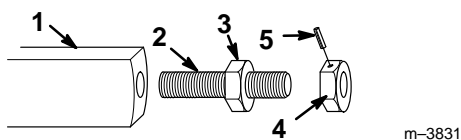

Abbildung 5
5. Am Ende der Einstellschraube mit der bündigen Einstellmutter (Abb. 5) eine Markierung quer über Mutter und Einstellschraube vornehmen. Dadurch kann die exakte Position der Mutter bestimmt werden, wenn sie später installiert wird.
6. Den Zylinderstift von der Einstellmutter entfernen und die Mutter von der Einstellschraube abnehmen (Abb. 5).
7. Das lange Ende der Einstellschraube in die Öffnung im Ende des Grabenzieherauslegers drehen, bis die aufgeschweißte Mutter an der Einstellschraube das Ende des Auslegers berührt (Abb. 5).